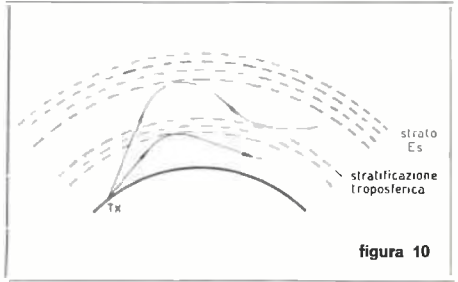

figura 10
*Condizione necessaria perché lo strato possa agire è che il raggio arrivi allo strato stesso e che non venga deviato dalla stratificazione troposferica o da altri strati a quota minore e disperso (figura 10).*